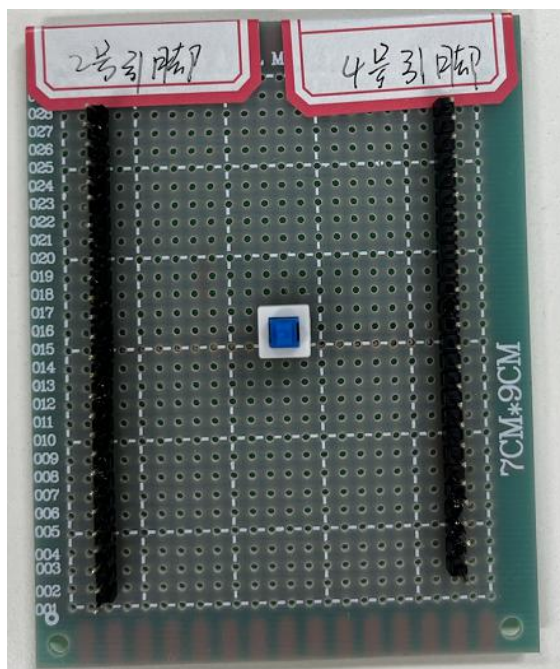
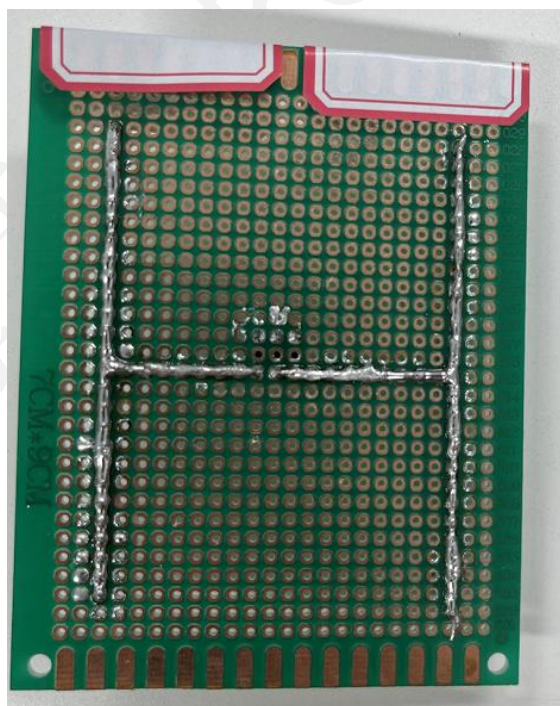

图 4 硬件连接实物图正面
图 5 硬件连接实物图反面
焊接两排排针分别连接开关的一端。将四个烧录器的 2 号引脚、4 号引脚分别接在排针上。如图 4、图 5 所示。
a. 将待烧录的芯片 HEX 文件分别下载到四个烧录器中。即保证四台烧录器界面一致。如图 5 所示。